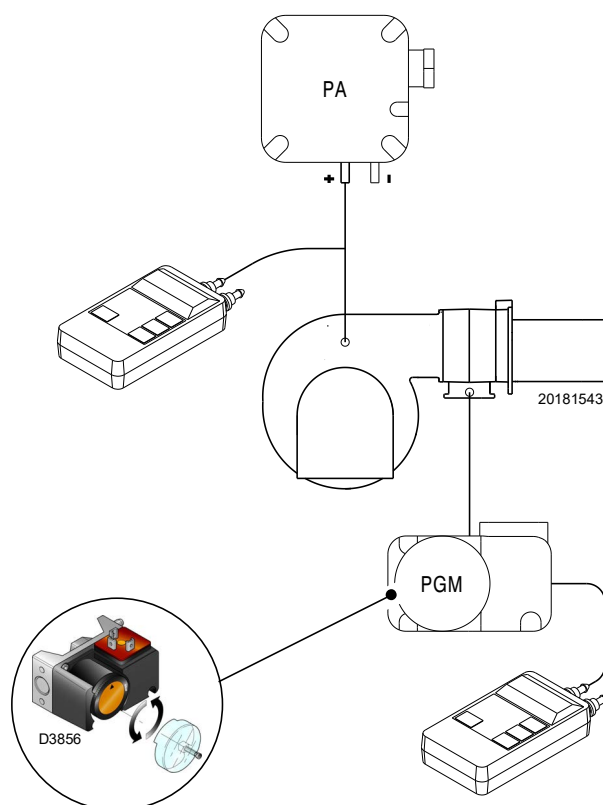

Fig. 32
- Régler le pressostat gaz maximum (Fig. 32 à la page 35) en fin d'échelle.
Effectuer le réglage du pressostat gaz seuil maximum (Fig. 32) après avoir effectué tous les autres réglages du brûleur avec le pressostat gaz seuil maximum réglé en fin d'échelle.